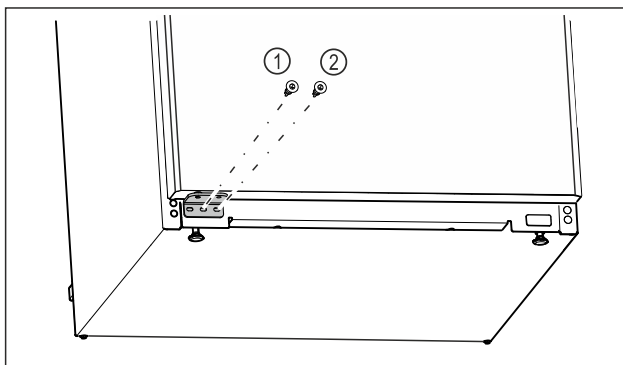

Fig. 18
- Csavarozza a helyére a csapágybak középső csavarját Fig. 18 (1) Torx 20 csavarhúzóval.
- Csavarozza a helyére a csapágybak belső csavarját Fig. 18 (2) Torx 20 csavarhúzóval.